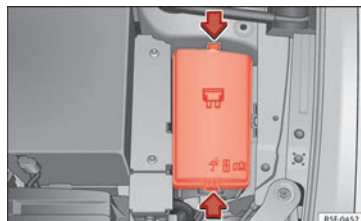

Abb. 101 Im Motorraum: Abdeckung des Sicherungskastens.
- Drücken Sie die Verriegelungslaschen, um die Abdeckung des Sicherungskastens zu entriegeln » **Abb. 101.**